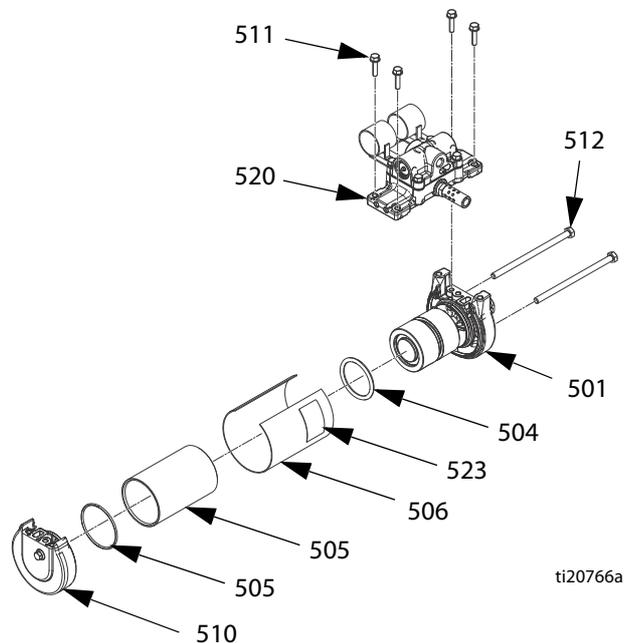

Рис. 49
Разборка (см. Рис. 49).
4. Выкрутите четыре винта (511) с помощью торцевого ключа диаметром 10 мм, чтобы снять узел (520) воздушного коллектора. См. Рис. 49.
5. С помощью торцевого ключа диаметром 13 мм снимите два болта (512). Затем снимите верхнюю крышку (510) пневматического двигателя.
6. Снимите и выбросьте поршневое уплотнительное кольцо (504) с поршня (519).
Сборка (см. Рис. 49).